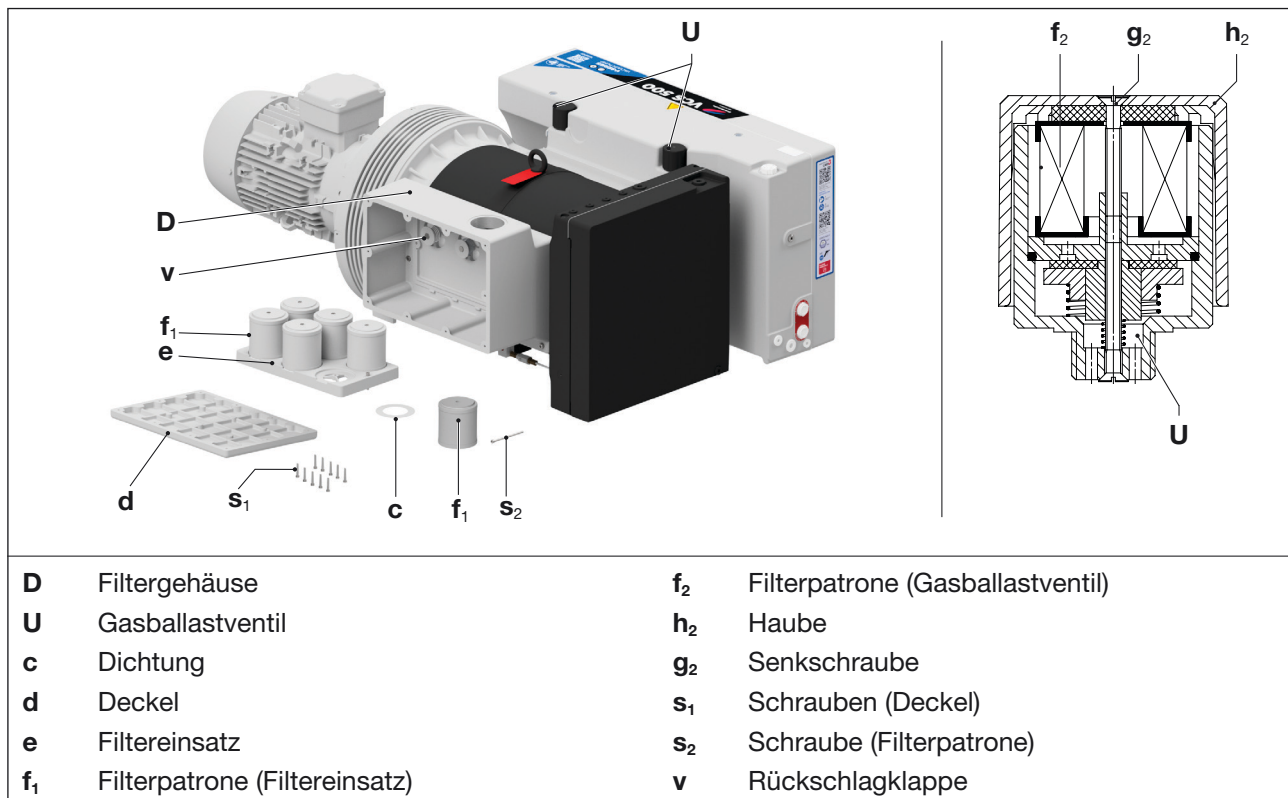

Abb. 8 Luftfilter und Gasballastventil
Die Filterpatronen (Abb. 8/f1) sind monatlich oder je nach Verunreinigung des abgesaugten Mediums auch öfter durch Ausblasen zu reinigen. Trotz Reinigung der Filter wird sich deren Abscheidungsgrad zunehmend verschlechtern. Deshalb sollten die Filter halbjährlich erneuert werden.
- Schrauben (Abb. 8/s1) am Deckel (Abb. 8/d) des Filtergehäuses (Abb. 8/D) lösen und Deckel abnehmen.
- Den Filtereinsatz (Abb. 8/e) herausnehmen.
- Die Schraube (Abb. 8/s2) an der Filterpatrone (Abb. 8/f1) lösen und Filterpatrone mit Dichtung (Abb. 8/c) vom Filtereinsatz (Abb. 8/e) abnehmen. Für alle Patronen wiederholen.
- Das Filtergehäuse (Abb. 8/D) ebenfalls reinigen.
- h) Die Rückschlagklappe (Abb. 8/v) auf Verunreinigungen prüfen und bei Bedarf reinigen.
- i) Alle Filterpatronen (Abb. 8/f1) zusammen mit einer Dichtung (Abb. 8/c) wieder auf dem Filtereinsatz montieren.
- j) Den Filtereinsatz (Abb. 8/f) wieder in das Filtergehäuse (Abb. 8/D) einsetzen und den Deckel (Abb. 8/d) mit den Schrauben (Abb. 8/s1) befestigen.
Die Pumpen arbeiten mit zwei Gasballastventilen (Abb. 8/U). Die eingebaute Filterpatrone (Abb. 8/f2) ist je nach Verunreinigung des durchströmenden Mediums mehr oder weniger oft zu reinigen.
- Gasballastventil (Abb. 8/U) von der Pumpe abschrauben.
- Die Senkschraube (Abb. 8/g2) an der Kunststoff-Haube (Abb. 8/h2) lösen und Kunststoff-Haube (Abb. 8/h2) entfernen.
- Alle Filterteile zur Reinigung herausnehmen und die Filterpatrone (Abb. 8/f2) durch Ausblasen reinigen oder ersetzen.
- Filterpatrone (Abb. 8/f2) in das Ventil einsetzen, Kunststoffhaube (Abb. 8/h2) aufsetzen und mit der Senkschraube (Abb. 8/g2) befestigen. Schraube handfest anziehen.